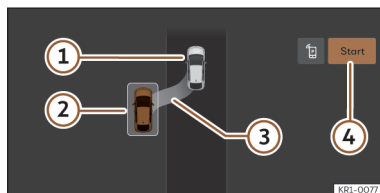
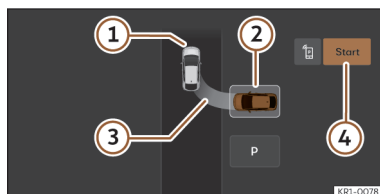

Abb. 137 Am Bildschirm des Infotainment-Systems: Position zum längs einparken.
Abb. 138 Im Bildschirm des Infotainment-Systems: Position zum quer einparken.
>>> (Abb. 137), >>> (Abb. 138)
- ① Eigenes Fahrzeug
- ② Erkannte Parklücke
- ③ Anzeige des vorgeschlagenen Einparkzugs
- ④ Einparkmanöver einleiten
• Prüfen Sie anhand der Anzeige im Bildschirm des Infotainment-Systems, ob die Parklücke als „geeignet“ erkannt wurde und ob die korrekte Position zum Einparken erreicht wurde >>> (Abb. 137), >>> (Abb. 138). Halten Sie das Fahrzeug an und befolgen Sie die Anweisungen im Infotainment.
• Fahrzeug anhalten, bremsen und nach einer kurzen Wartezeit Funktionsfläche **Start** ④ im Infotainment-System antippen.